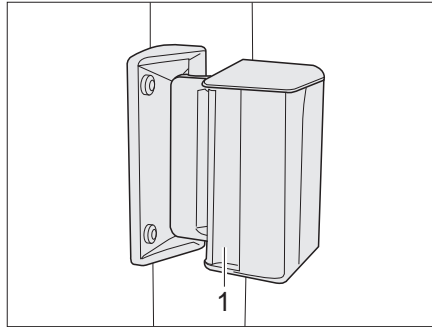

Fig. 60 Fenêtre coulissante
- Appuyer sur la poignée (Fig. 60,1) et la pousser ou tirer simultanément vers l'avant ou l'arrière.